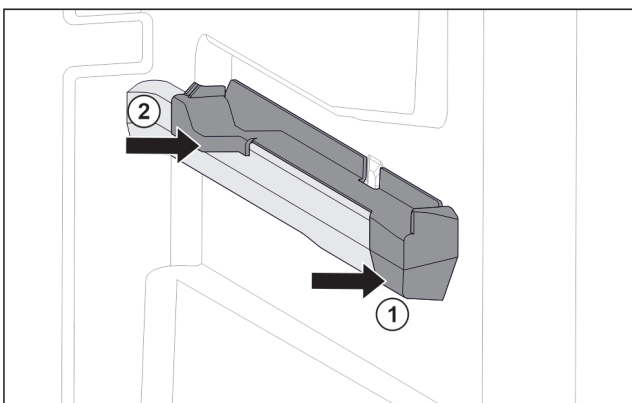

Fig. 129 Felhúzható elem a jobb oldali tartóbordán
- ▶ A felhúzható elemet elől tegye fel a tartóbordára. Fig. 129 (1)
- ▶ Hátul nyomja meg a felhúzható elemet. Fig. 129 (2)